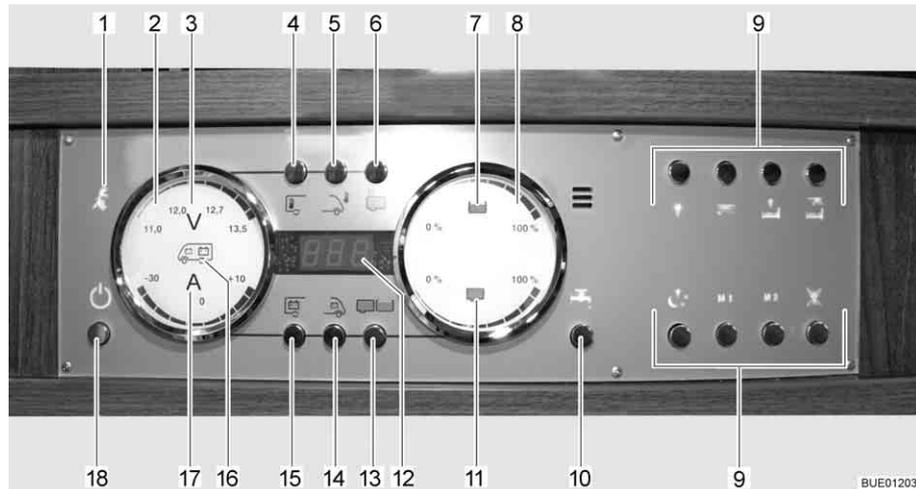

Fig. 153 Pannello di controllo LT 510
La spia di controllo a 230 V (Fig. 153,1) si accende quando all'ingresso della centralina elettrica è presente una tensione di rete.
L'interruttore principale a 12 V (Fig. 153,18) inserisce o disinserisce il pannello di controllo e l'alimentazione a 12 V dell'abitacolo.
- Premere brevemente il tasto dell'alimentazione a 12 V (Fig. 153,18). L'alimentazione a 12 V dell'abitacolo è inserita. L'indicatore di controllo "12 V" si accende.
- ▷ Se dopo l'accensione il LED "11,0" dell'indicazione dei Volt nonché il simbolo dei Volt "V" (Fig. 153,3) nell'indicatore delle batterie (Fig. 153,2) lampeggiano, significa che la tensione della batteria dell'abitacolo è insufficiente. Caricare la batteria.
- ▷ Se dopo l'accensione l'indicatore di controllo "12 V" e il simbolo dei Volt "V" (Fig. 153,3) lampeggiano tre volte, significa che la separazione della batteria è attivata. Disattivare la separazione della batteria.
- Premere brevemente il tasto dell'alimentazione a 12 V (Fig. 153,18). L'alimentazione a 12 V dell'abitacolo è disinserita. L'indicatore di controllo "Alimentazione a 12 V" si spegne.
- Premere il tasto della batteria dell'abitacolo (Fig. 153,15) e tenerlo premuto per ca. 10 secondi. Il simbolo dei Volt "V" (Fig. 153,3) e l'indicatore di controllo "12 V" lampeggiano tre volte. La batteria dell'abitacolo è separata dalla rete di bordo da 12 V.
- Premere il tasto "Alimentazione a 12 V" (Fig. 153,18) e tenerlo premuto per ca. 5 secondi. Il simbolo dei Volt "V" (Fig. 153,3) e l'indicatore di controllo "12 V" lampeggiano tre volte. La batteria dell'abitacolo è collegata alla rete di bordo a 12 V. L'indicatore di controllo si accende dopo ca. 5 secondi.
- Premere il tasto della batteria dell'abitacolo (Fig. 153,15). Il simbolo dei Volt "V" (Fig. 153,3) si accende. Il simbolo degli Ampere "A" (Fig. 153,17) diventa bianco o rosso a seconda del caricamento o dello scaricamento. La tensione della batteria e la corrente della batteria dell'abitacolo vengono indicate attraverso i LED nell'indicatore.
- Premere il tasto della batteria di avviamento (Fig. 153,14). Il simbolo dei Volt "V" (Fig. 153,3) si accende. La tensione della batteria della batteria di avviamento viene indicata attraverso i LED nell'indicatore.
- Premere il tasto dei serbatoi (Fig. 153,13). I simboli del serbatoio dell'acqua (Fig. 153,7) e del serbatoio delle acque grigie (Fig. 153,11) si accendono. I livelli di riempimento del serbatoio dell'acqua (scala superiore) e del serbatoio delle acque grigie (scala inferiore) sono indicati dai LED nell'indicatore.
Il simbolo del serbatoio dell'acqua (Fig. 153,7) o il simbolo del serbatoio delle acque grigie (Fig. 153,11) lampeggia se il serbatoio dell'acqua è vuoto o il serbatoio delle acque grigie è pieno.
Attraverso l'indicatore digitale (Fig. 153,12) è possibile visualizzare la temperatura interna e la temperatura esterna.